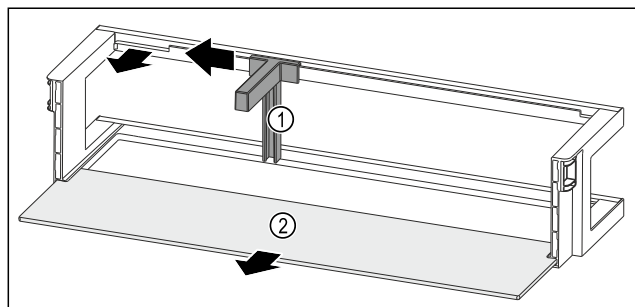

Fig. 51 Рафт на врата с преграда за бутилки и рафт
- ▶ Плъзнете преградата за бутилки Fig. 51 (1) настрани до прореза.
- ▶ Свалете преградата за бутилки Fig. 51 (1).
- ▶ Свалете рафта Fig. 51 (2).